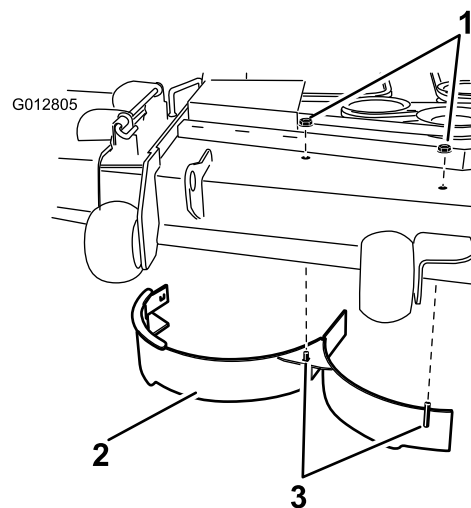

Figura 34
10. Remova as duas porcas de bloqueio (5/16 pol.) presas aos postes soldados do abafador direito na parte superior da plataforma do cortador nas posições central e direita (Figura 34). Retire o abafador direito da plataforma do cortador.